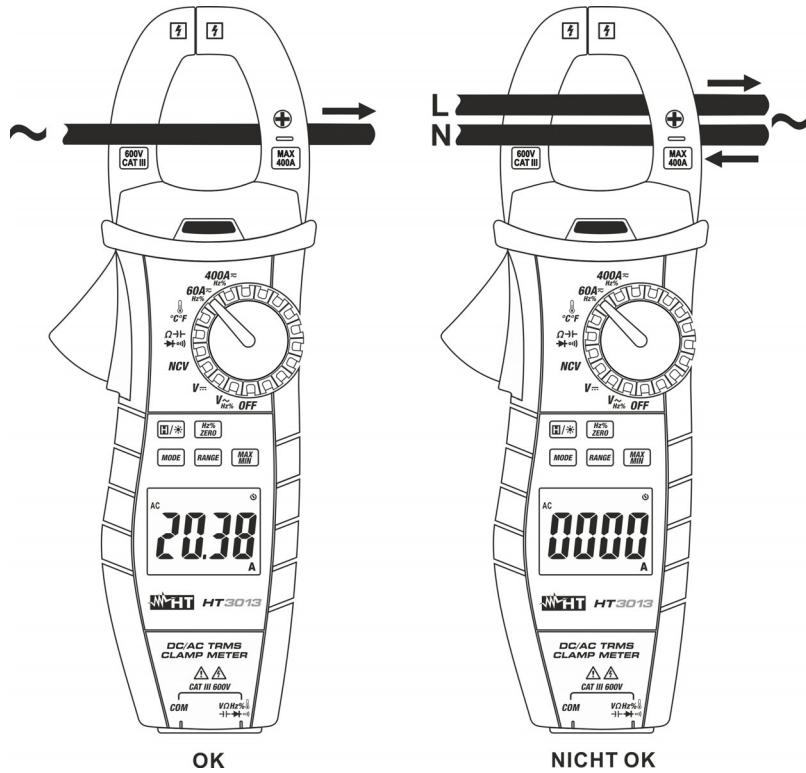

Abb. 11: Verwendung der Zange für Wechselstrommessung
- Im DC Modus** bedeutet das "-" Symbol im Display, dass die Stromzange gedreht werden muss (siehe Abb. 11). Folgen Sie dem Polaritätspfeil auf der Geräteseite (siehe Abb. 1 - Teil 13)